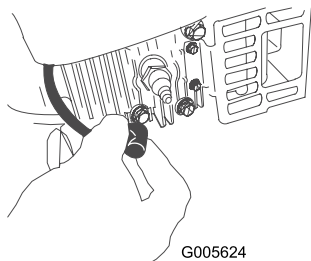

Figura 36
2. Staccate il cappello dalla candela prima di eseguire interventi di manutenzione (Figura 36).